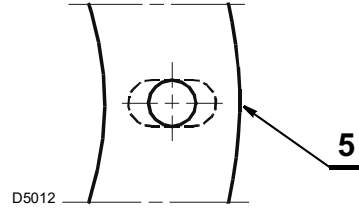

图 10
- 必要时，加宽绝缘衬垫孔 5) (图 10)，注意不要损坏孔。